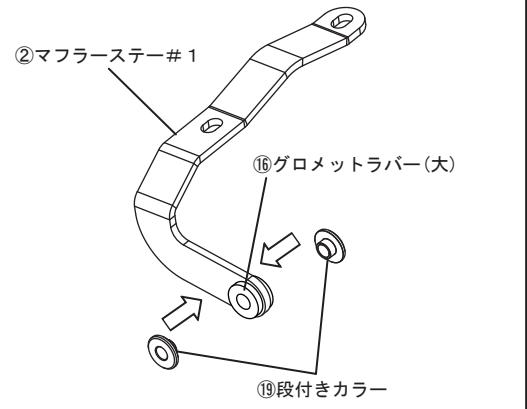

FIG. 6
5. ②マフラーステー#1に⑯グロメットラバー(大)、⑲段付きカラーを取り付けて下さい。(FIG. 6参照)
6. ⑬六角ボルトM8×35を予め②マフラーステー#1のラバー、カラーを取り付けた穴に車両側から通して下さい。